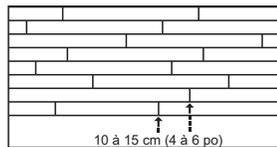

Figure 4
- Dans les rangées adjacentes, si possible, veillez à décaler les extrémités des planches de 10 à 15 cm (4 à 6 po) (figure 4). Ce motif décalé assurera une meilleure apparence de l'ensemble du revêtement de sol.
- Vérifiez si tous les bords et toutes les extrémités de chaque planche sont bien ajustés. Les joints d'extrémité des rangées adjacentes devraient être, autant que possible, décalés de 10 à 15 cm (4 à 6 po) afin d'assurer un ensemble plus esthétique (Figure 4).